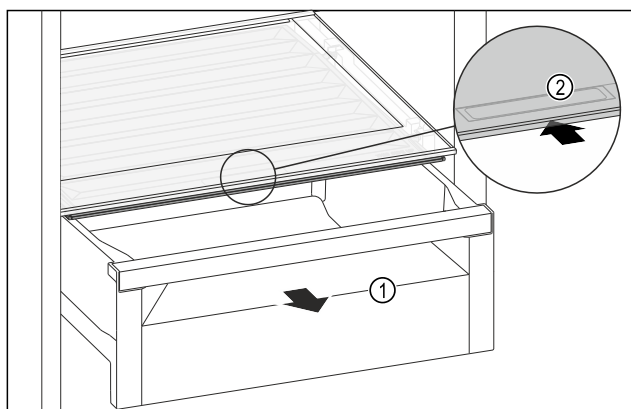

Fig. 122
- ▶ Wyciągnąć szufladę Fig. 122 (1).
- ▶ Chwycić uchwyt wpuszczany Fig. 122 (2) na pokrywie komory i przesunąć pokrywę jednocześnie do tyłu.